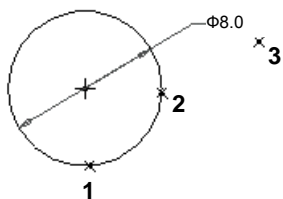

图 4.9.5 直径的标注
Step2. 分别单击位置 1 和位置 2 以选择圆上两点, 中键单击位置 3 放置尺寸(图 4.9.5)。或者双击圆上的某一点, 如位置 1 或位置 2, 然后中键单击位置 3 以放置尺寸。